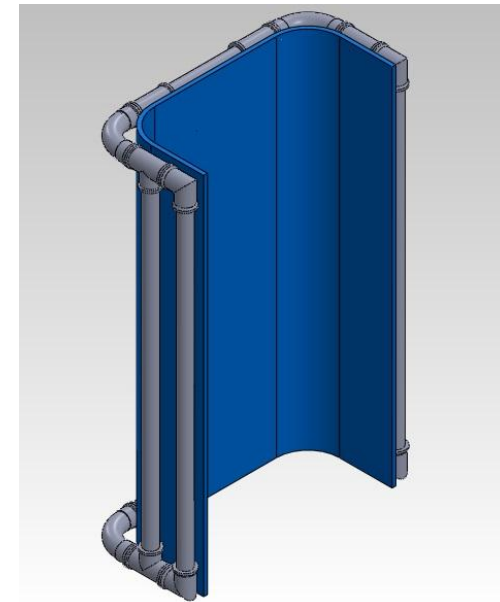

Figura 53. Fixação do encosto - Passo 2
- Passo 2: Monte o encosto, seguindo o manual de confecção "SUPORTE DE TRONCO PARA CADEIRA POSTURAL", disponível no site: <http://www.damec.ct.utfpr.edu.br/assistiva/downloads.htm>. Na figura 53, tem-se o modelo final do suporte de tronco. **Obs: Antes de colocar o EVA, faça o passo 3 e 4 a seguir. Verifique a lista de**